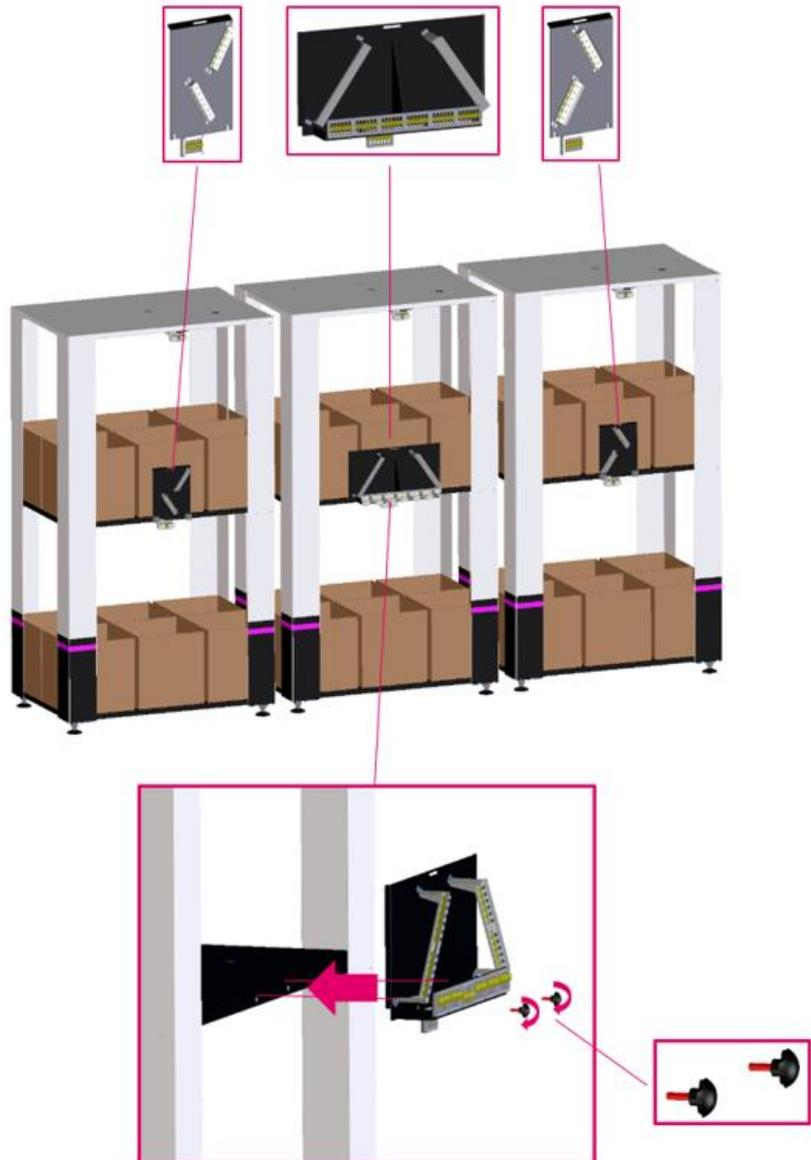

Fig. 11: montaggio dei rinvii sul Magazzino fili
2. I rinvii dell'unità centrale (XL) e del modulo aggiuntivo (XL) vengono quindi fissati al Magazzino fili come mostrato in Fig. 11.